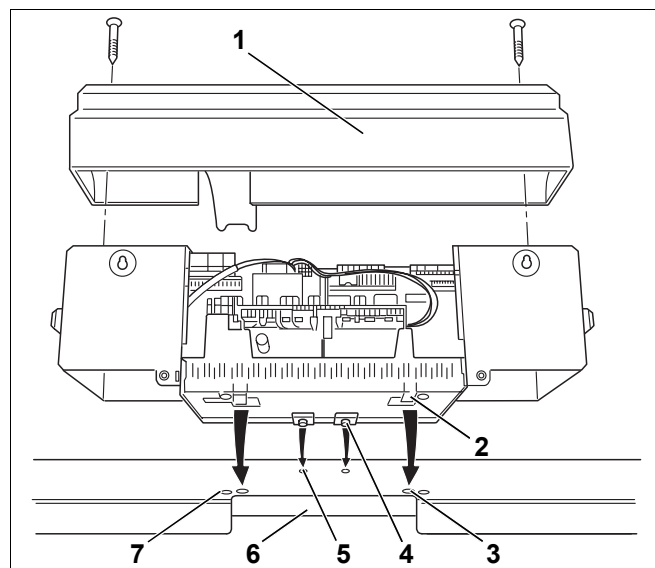
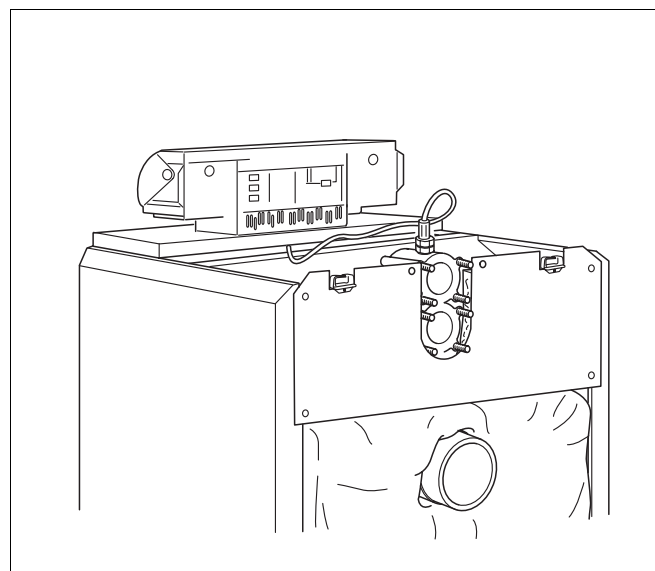

Bild 43 Montage – Regelgerät
Bild 48 Kessel mit montiertem Regelgerät
In Bild 43 sind das Regelgerät und die vordere Abdeckhaube von hinten dargestellt.
- Die beiden Schrauben in der Klemmenabdeckhaube (Bild 43, **Pos. 1**) lösen. Klemmenabdeckhaube nach oben entfernen.
- Regelgerät aufsetzen. Regelgerät vorne mit den Einschiebehaken (Bild 43, **Pos. 4**) in die ovalen Bohrungen der vorderen Kesselhaube einsetzen (Bild 43, **Pos. 5**). Regelgerät nach vorne ziehen und anschließend nach hinten abkippen. Die elastischen Haken (Bild 43, **Pos. 2**) müssen hinten in den rechteckigen Öffnungen der vorderen Kesselhaube einrasten (Bild 43, **Pos. 3**).
- Sockel des Regelgerätes links und rechts des Kabeldurchgangs (Bild 43, **Pos. 6**) auf der vorderen Kesselhaube mit zwei Blebschrauben anschrauben (Bild 43, **Pos. 7**).
- Klemmenabdeckhaube (Bild 43, **Pos. 1**) mit zwei Blechschrauben wieder am Regelgerätesockel anschrauben (Bild 48).